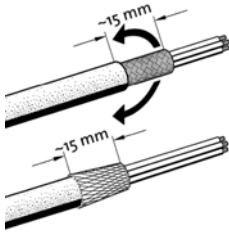

Fig. 14: Pålegging av kabelisoleringer på EMC-kabelskjøter med gjenger (SC...FC WM)
**Pålegging av kabelisolering på EMC-kabelskjøter med gjenger (SC...FC WM): se fig. 14 – 16.**